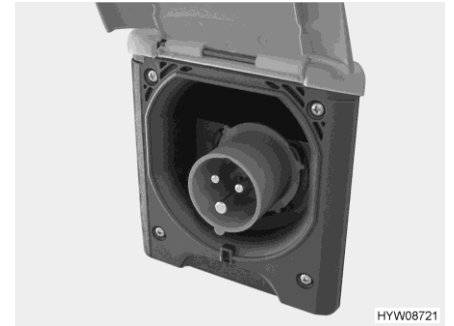

Fig. 151 Conexión de 230 V en el vehículo (caja de enchufe CEE)
- Abrir la cubierta de la conexión de 230 V en el vehículo (Fig. 151) y enchufar el conector enchufable. Prestar atención a que la saliente de retención de la tapa con resorte esté engatillada.